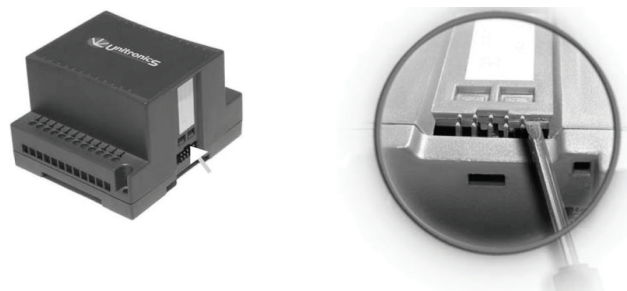

Рис. 47
1. Откройте первую сторону, вставив острие отвертки в промежуток между нижним и верхним корпусами над двумя пластмассовыми выступами, как показано на рис. 47, и осторожно нажмите ее вверх.
2. Соблюдая осторожность, чтобы не повредить кабель, откройте другую сторону прибора, вставив острие отвертки, как показано на рис. 47, и осторожно нажав вверх.